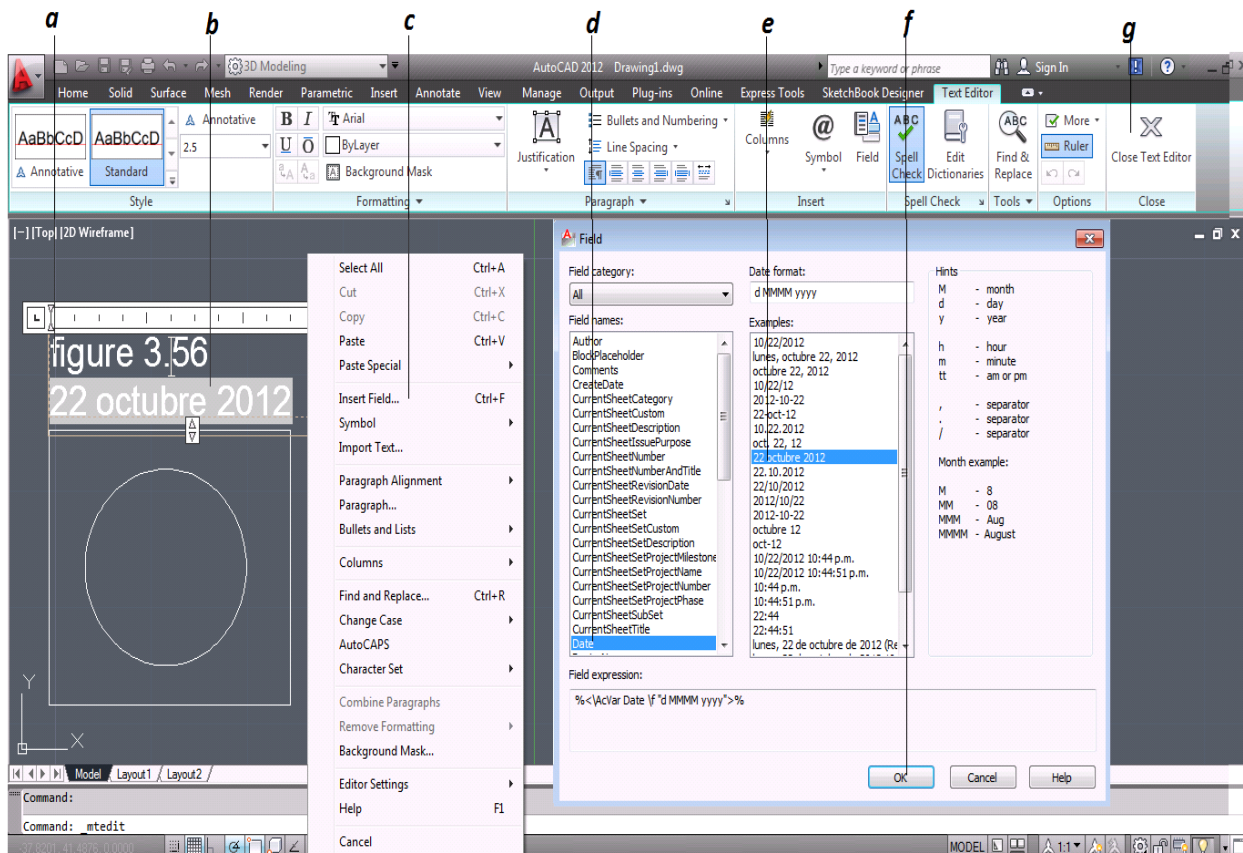

Figura 3.59 Texto “Insertar un Campo de Fecha de Creacion del Dibujo”
- Se da doble clic sobre el texto Multilinea (*figura 3.59*).
- Con el puntero se selecciona donde se quiere el campo (*figura 3.59*).
- Clic derecho para desplegar el menú emergente del texto (*figura 3.59*).
- En Campo de Nombre se selecciona Crear Fecha [Create date] (*figura 3.59*).
- En Ejemplos se selecciona el tipo de fecha que se desee (*figura 3.59*).
- Se da clic en el botón OK para cerrar el cuadro de dialogo (*figura 3.59*).
- Clic en el botón Cerrar el Editor de Texto para terminar el comando (*figura 3.59*).